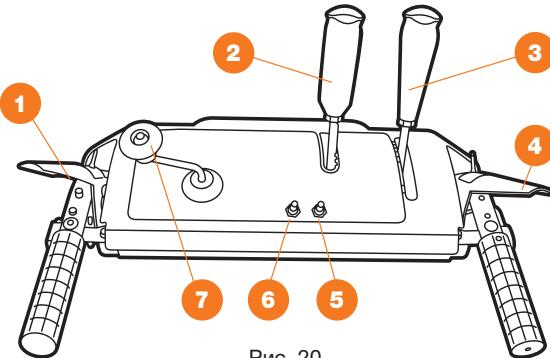

Рис. 20
- Система активируется автоматически, после нажатия рукоятки вращения шнеков ④ и при нажатии рукоятки движения ① рукоятка вращения шнеков блокируется и ее можно отпустить, что позволяет свободной рукой производить регулировку дальности и направления выброса снега (Рис. 20).
- Для остановки снегоуборочной машины отпустите рычаг включения привода движения ① и привод вращения шнека автоматически отключится.